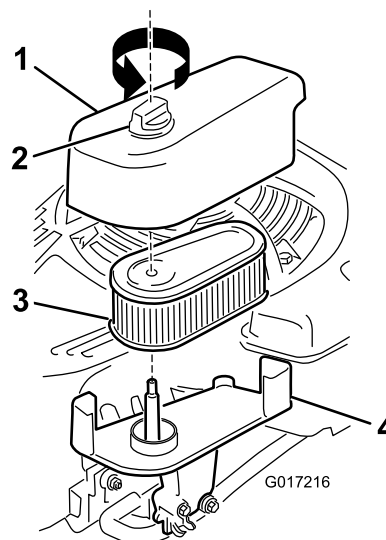

Figura 29
1. Afloje el cierre y retire la tapa del filtro de aire (Figura 29).